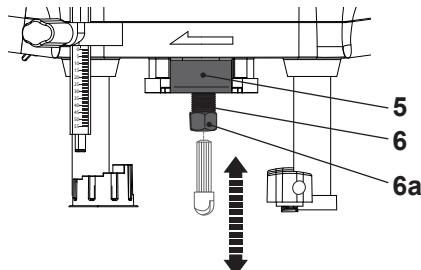

Fig. 6
- Aperte a alavanca de fixação da profundidade (16).
- > Pressione o botão de bloqueio (5) e mantenha-o em posição enquanto desaperta a porca de fixação (6a) com a chave (21).
- > Retire a ferramenta de fresagem das pinças de sujeição (19) e insira uma nova, se necessário (Fig. 6).